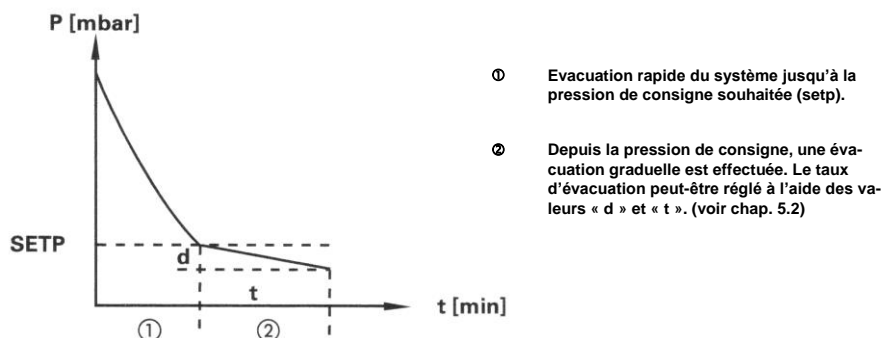

Fig. 4 : Schéma de régulation en mode de fonctionnement manuel : évacuation contrôlée
5.1.3 Evacuation contrôlée (voir Fig. 4)